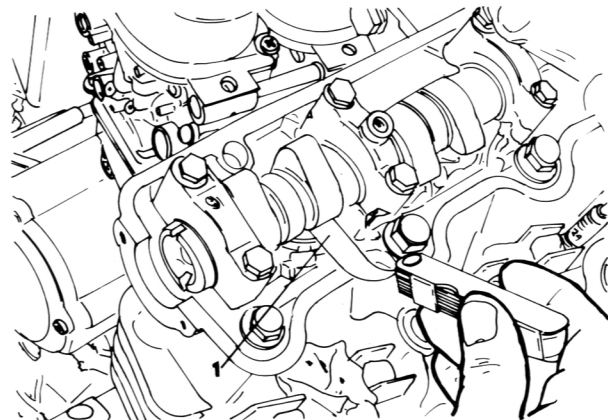

Bild 5
- Das Spiel der Ein- und Auslassventile durch Einführen einer Fühlerlehre zwischen Nockenwelle und Ventilheberscheibe messen (Bild 5).